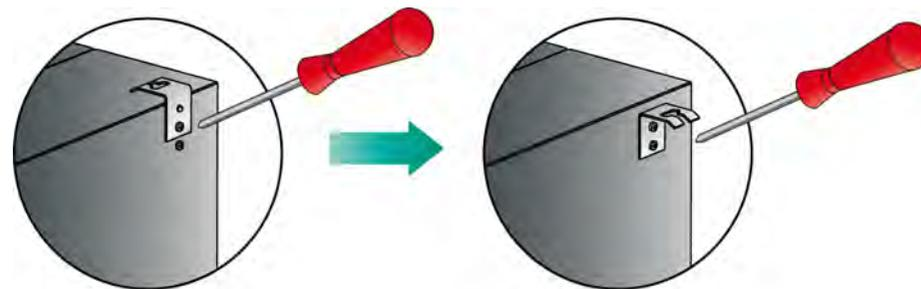

Fig. 1a : Consoles de montage à la livraison
1. Au cours du transport, les consoles de montage (x 4, x 6 sur les modèles de 2 m) sont fixées à l'appareil. Les desserrer, les retourner et les visser à l'appareil comme indiqué sur la figure 1a.